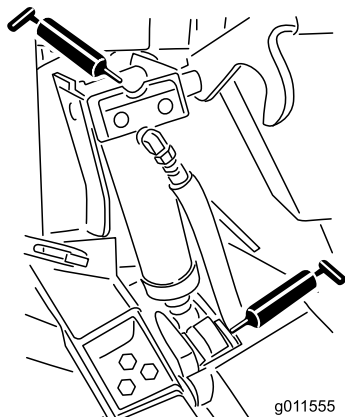

Figure 46
- 4 bagues de vérin de levage (Figure 46)